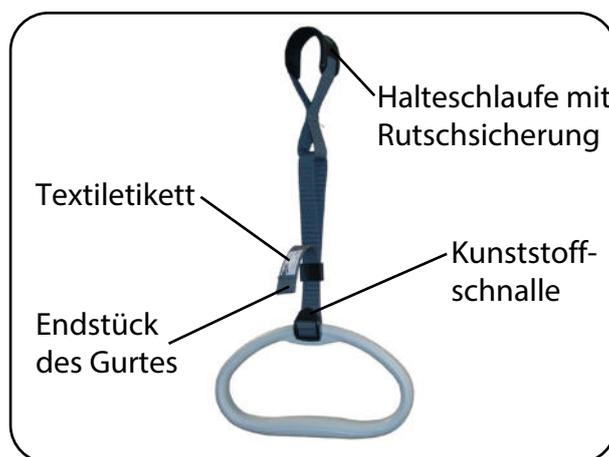

Abb. 6.5.03 – Haltegriff und Gurt
5. Passen Sie die Höhe des Haltegriffs an die individuellen Patientenbedürfnisse an. Das Gurtband hat einen Verstellbereich von 20cm und kann über die Kunststoffschnalle (Abb. 6.5.03) verstellt werden. Hierbei darf der Griff nicht belastet sein. Achten Sie darauf, dass das Endstück des Gurtes min. 3 cm über der Kunststoffschnalle steht (Abb. 6.5.03).